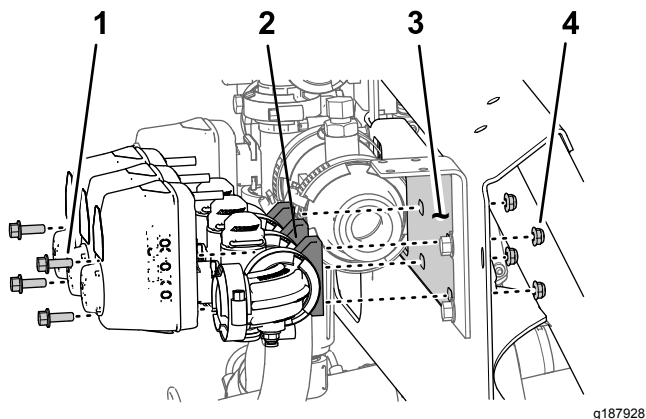

Figura 52
1. Rimuovete i 2 bulloni a testa flangiata ($\frac{1}{4}$ " x $\frac{3}{4}$ ") e i 2 dadi di bloccaggio ($\frac{1}{4}$ ") che fissano la valvola di sezione delle barre di destra al supporto del collettore (Figura 52).
2. Rimuovete i 2 bulloni a testa flangiata ($\frac{1}{4}$ " x $\frac{3}{4}$ ") e i 2 dadi di bloccaggio ($\frac{1}{4}$ ") che fissano la valvola di sezione delle barre di sinistra al supporto del collettore (Figura 52).
3. Rimuovete le valvole di sezione delle barre dal supporto del collettore e mettetele da parte (Figura 52).